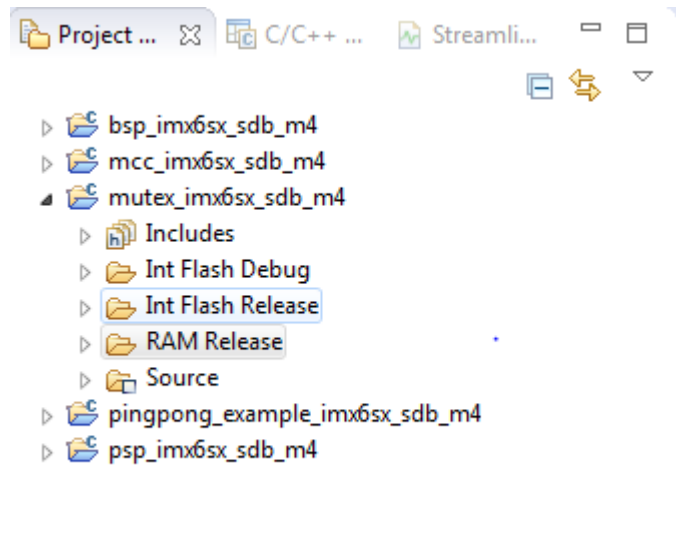

图 1 默认配置
1. 当导入互斥工程时，默认配置为 **Int Flash Release**。将其更改为 **RAM Release**，如图 1 所示。